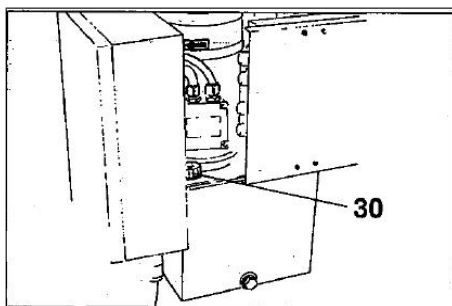

Рис. 37
- 5) Открутите крышку (30, рис. 37), залейте масло, закрутите крышку и зафиксируйте ее.